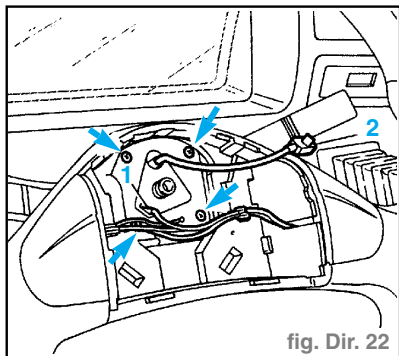

fig. Dir. 22
- Débrancher le câble (1) de l'avertisseur sonore. (fig. Dir. 22)
- Débloquer le volant et le déposer en prenant soin de ne pas abîmer le connecteur (2) de couleur orange.